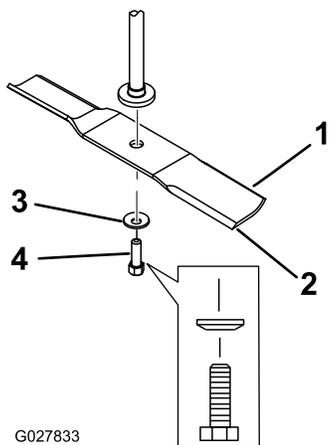

Figura 61
2. Retire a cavilha da lâmina, a anilha curva, e a lâmina do eixo (Figura 61).
- Instale lâmina no eixo (Figura 61).
- Instale a anilha curva (lado oval virado para a lâmina) e o parafuso da lâmina (Figura 61).